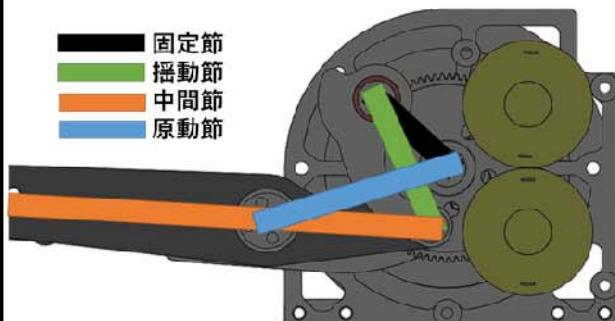

図6.アームのリンク機構
- 図6より、アーム機構は四節リンク構造となっており、モータからの動力により原動節が回転し、中間節に接続された揺動節が作動し、中間節延長部をアーム作動面とする。このアーム作動面が、最低2点以上の充分に間隔の空いた円弧中心を持つ連続した曲線を往復動作し、相手を攻撃する。